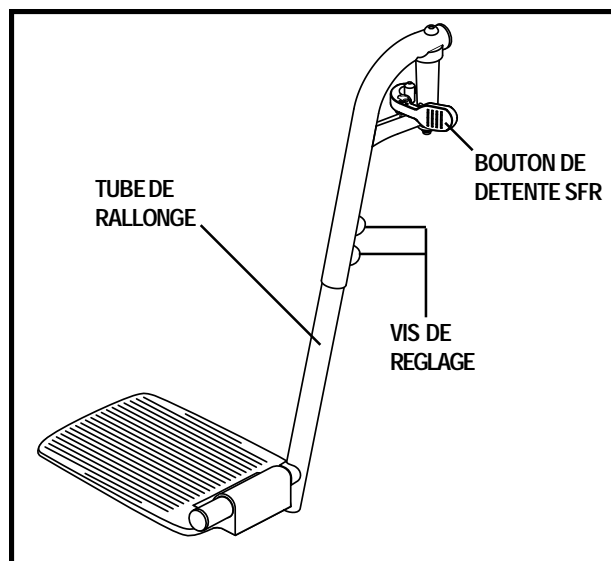

Figure 19. Repose-pieds rétractables
1. Pesez sur le bouton de détente des SFR. Voir la figure 19.
1. Retirez les deux vis dans la rallonge de tube. Voir la figure 19.